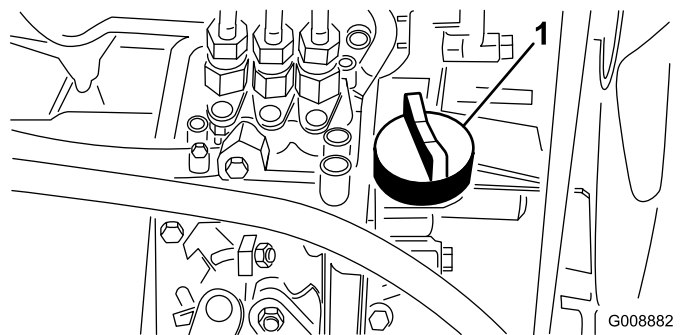

図 53
- オイルの量が不足している場合は、補給口のキャップ 図 53 を取り、ディップスティックで油量を確認しながら少しずつ、FULL マークまで補給する。